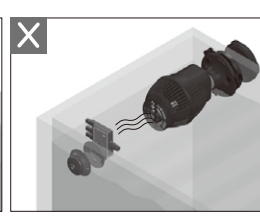

図 5
- ・水流ポンプの近くや水面の不安定のしない場所へのセンサーの設置は避けてください。誤作動の原因となります。（図 5 参照）
**重要：**センサーは必ず水面に対して水平に設置して下さい。また、水流ポンプ等で水面が安定しない場所、水撥ねがある場所には設置しないでください。これらの場所に設置されている場合、システムが正常に作動しなかったり、誤作動の原因となります。(図5、図7参照)